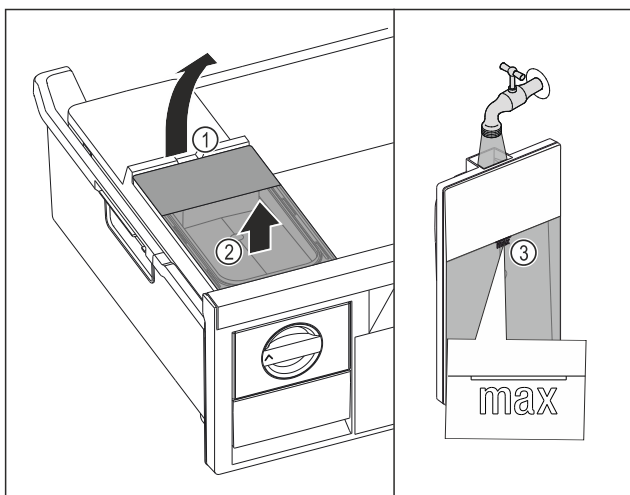

Fig. 75
► Nádržku na vodu nadvihnite za vybranie Fig. 75 (1).
► Nádržku na vodu odoberte nahor. Fig. 75 (2)
► Nádržku na vodu naplňte pitnou vodou po značku Fig. 75 (3).